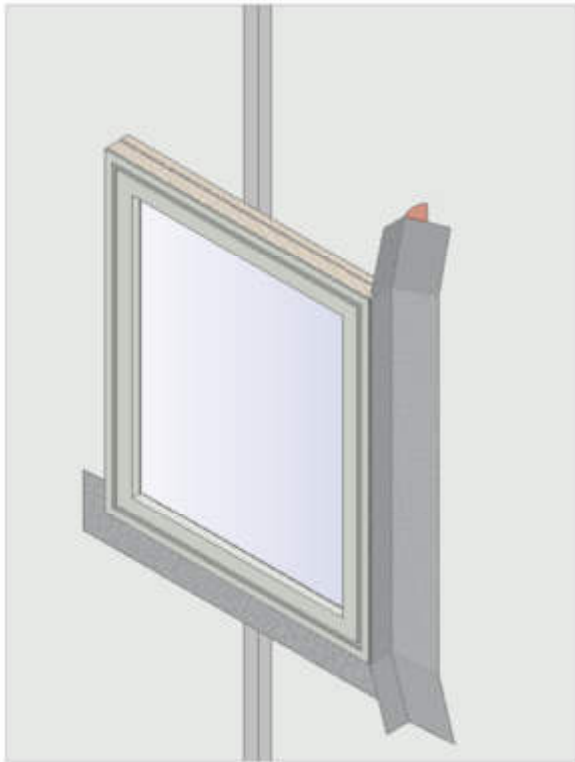

Figura 8
- Despegue el revestimiento antiadherente de un borde largo hasta 50 mm y aplique la membrana y alísela sobre el marco en línea recta, presionando suavemente la membrana en la posición correcta como se ha descrito anteriormente (Figura 8).